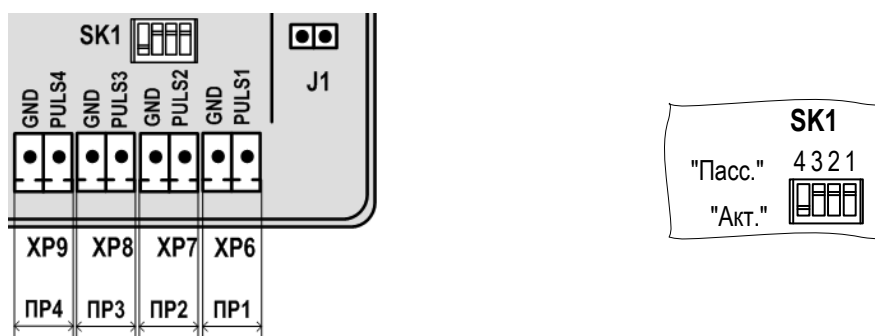

Рис.8. Маркировка коммутационных элементов подключения ПР1-ПР4.
6.4.1.1. Входы каналов расхода 1...4 предназначены для подключения датчиков расхода с выходным частотным, либо импульсным сигналом. Маркировка коммутационных элементов для подключения **ПР1-ПР4** показана на рис.8.